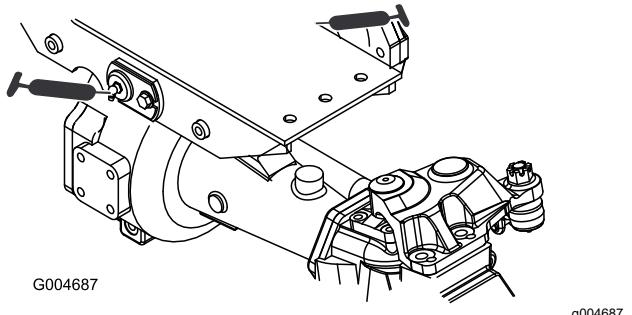

Bild 39
- Zwei Drehbüchsen an der Vorder- und Hinterachse (Bild 39)